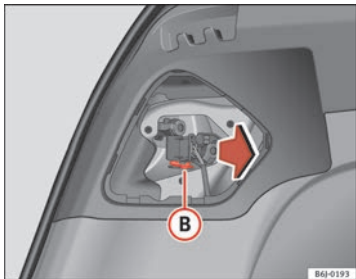

Abb. 151 Lampenfassung ausbauen
- Die Lampenfassung durch Drücken der Halteclips **B** ⇒ Abb. 151 herausziehen.